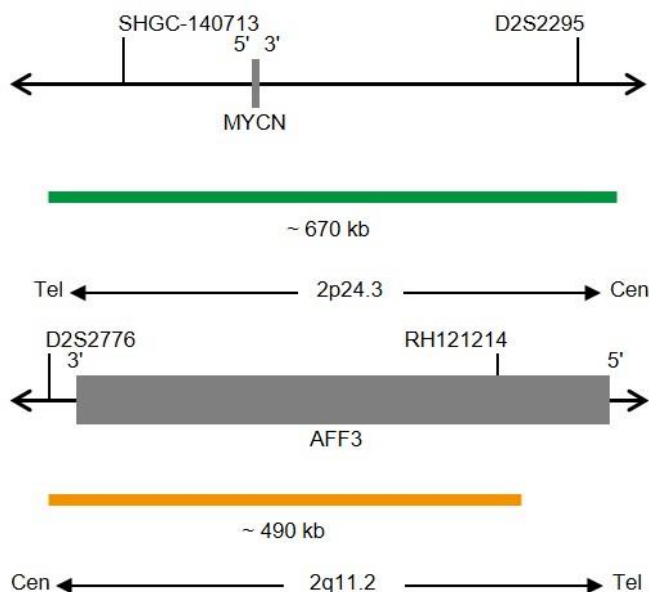

Abb. 1: Oben: SPEC MYCN Sondenlokalisierung; Unten: SPEC 2q11 Sondenlokalisierung (nicht maßstabsgetreu)
- ZyGreen (Anregung 503 nm/Emission 528 nm) markierten Polynukleotiden (~10 ng/ μ l), die gegen Sequenzen in 2p24.3* (chr2:15,846,046-16,517,671) gerichtet sind, welche die MYCN-Genregion enthalten (siehe Abb. 1).
- ZyOrange (Anregung 547 nm/Emission 572 nm) markierten Polynukleotiden (~4,5 ng/ μ l), die gegen Sequenzen in 2q11.2* (chr2:100,132,806-100,621,725) gerichtet sind (siehe Abb. 1).